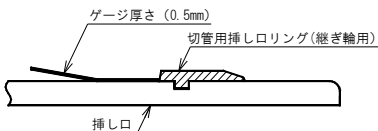

図91 挿し口外面からの浮き量チェック
- ③ 切管用挿しリング (継ぎ輪用) が浮き上がっていないことを、切管用挿しリング (継ぎ輪用) と挿し口外面との間に0.5mmの隙間ゲージが全周にわたって入らないことにより確認する (図91)。ゲージが入る場合はシャコ万力を取り外し②の作業を再度行う。
⑥ 全てのシャコ万力を取り外す。
⑦ 再度、切管用挿し口リング（継ぎ輪用）が浮いていないことを、切管用挿し口リング（継ぎ輪用）と挿し口外面との間に0.5mmの隙間ゲージが全周にわたって入らないことにより確認する（図91参照）。